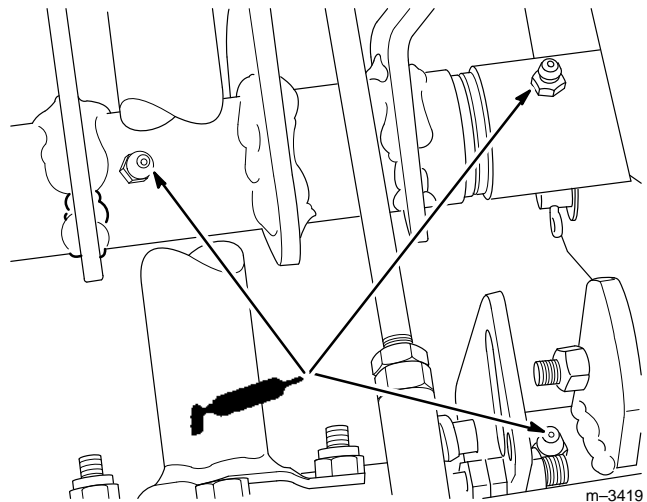

Abbildung 37
4. Die drei Schmiernippel schmieren (Abb. 37).